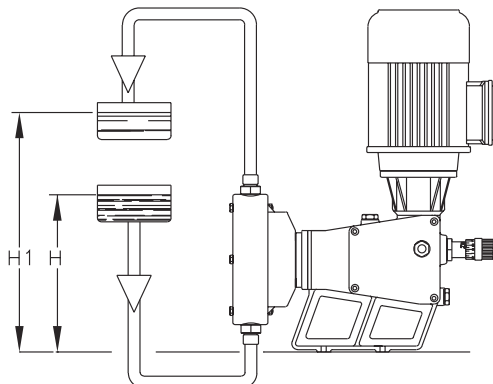

Fig. 6 - installazione ideale
- piccolo battente in aspirazione (Rif. H - Fig.6)
- battente in mandata maggiore del battente in aspirazione (Rif. H1 - Fig.6)